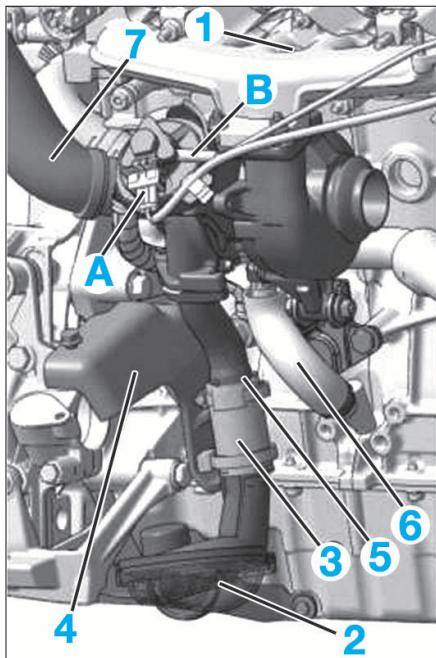
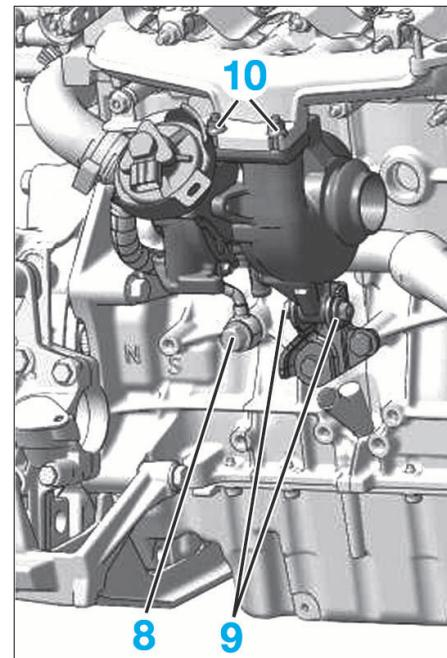

FIG. 49
FIG. 50
- Déposer la vis (1) (Fig.49).
- le connecteur (A)
- le tuyau de dépression (B)
- le raccord air sortie turbocompresseur (2)
- le manchon raccord air sortie turbocompresseur (3)
- le support inférieur tuyau précatylyseur avant (4)
- le conduit de sortie du turbocompresseur (5)
- le tuyau retour graissage turbocompresseur (6).
- Écarter le raccord d'air entrée turbocompresseur (7).
- Déposer la vis creuse (8) du raccord d'huile turbocompresseur sur le carter-cylindres (Fig.50).
- la fixation inférieure (9)
- les écrous (10)